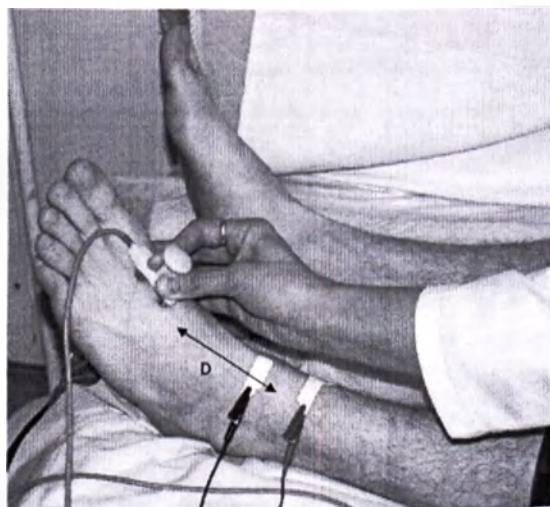

Рис. 112. Измерение расстояния
11. Проведите измерение расстояния от активного электрода до катода (рис. 112).